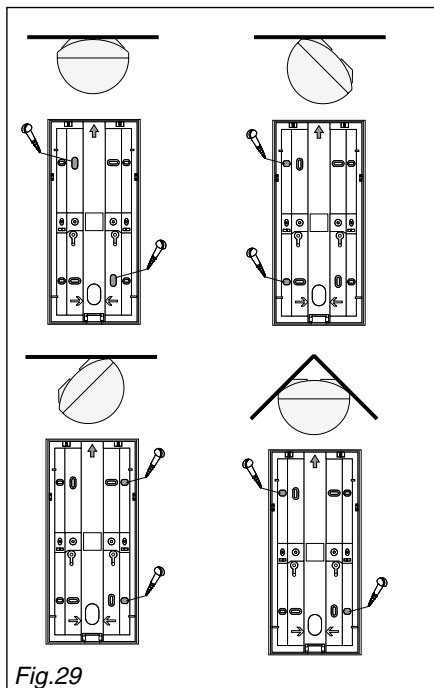
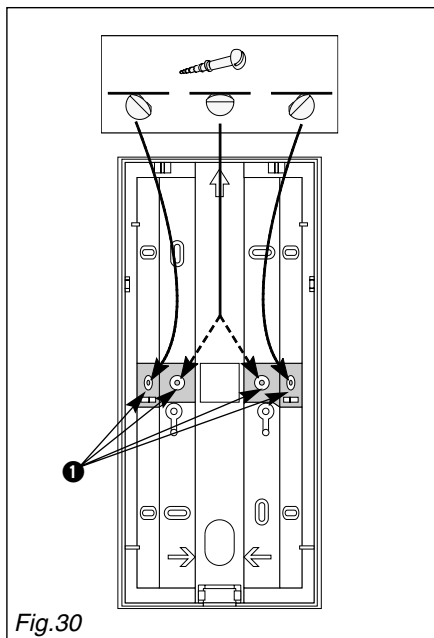

Fig.29
Fig.30
3.4.3.3 Montage du détecteur (fig. 29 et 30)
- 1- Percez les trous de fixation nécessaires dans le socle du détecteur comme indiqué à la fig. 29 (fond du détecteur) et fig. 30 ❶ (plaque de protection à l'arrachement).